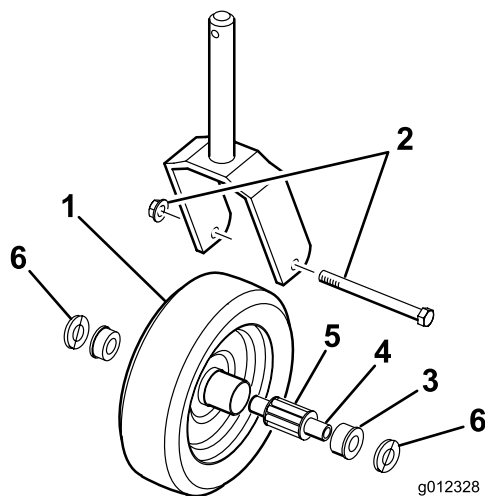

Figura 26
1. Togliete il dado di bloccaggio dalla vite a testa cilindrica che fissa la rotella orientabile alla forcella (Figura 26). Afferrate la ruota orientabile ed estraete la vite a testa cilindrica dalla forcella.
2. Estraete la boccola chiave dal mozzo della ruota (Figura 26).
3. Togliete la boccia dal mozzo della ruota e lasciate cadere il cuscinetto (Figura 26). Togliete la boccia dalla parte opposta del mozzo della ruota.
6. Fate scorrere con cautela la boccia chiave nelle bocce e nel mozzo della ruota (Figura 26).